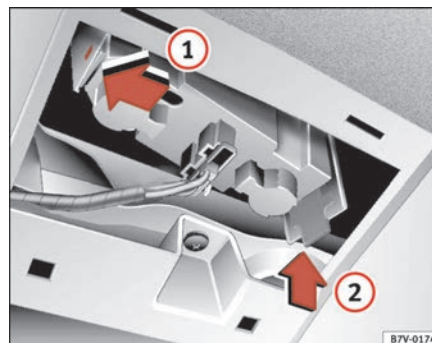

Abb. 167 Leuchten an der Heckklappe
- Lampenfassung in die entsprechende Bohrung ① über die vordere Rastnase führen und von hinten ② nach oben drücken, bis die Rastnase einrastet ⇒ Seite 257, Abb. 167.